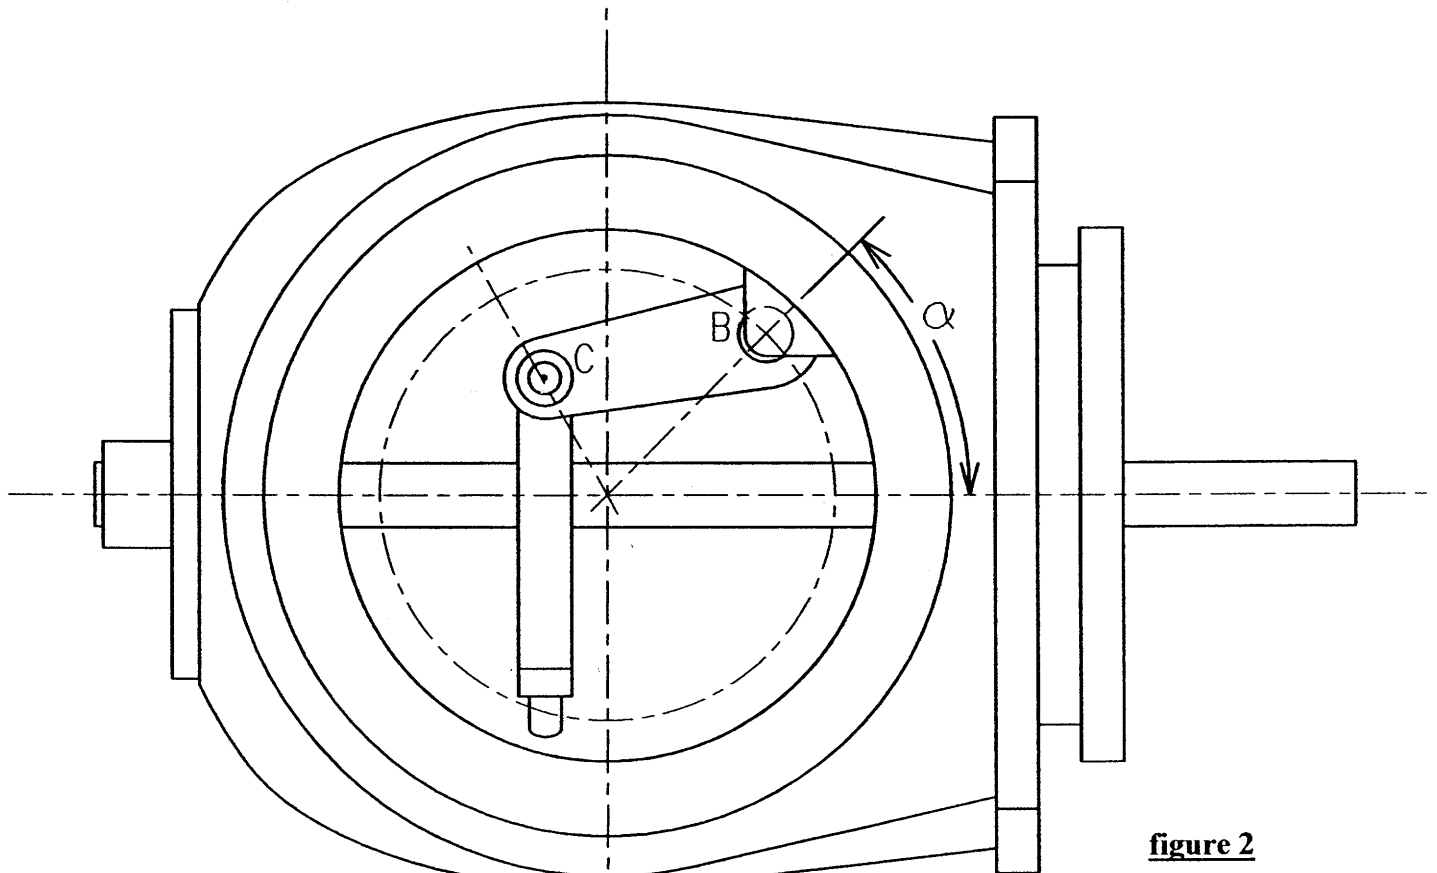

figure 2
Chaque pale est assemblée sur le rotor par l'intermédiaire d'une liaison pivot permettant sa rotation autour de son axe longitudinal (voir document page 11). La translation de la tige du vérin est transmise par le plateau aux 3 biellettes pour entraîner le pivotement des pales. Le document réponse DR2 figure 2 représente une épure de la vue de dessus du rotor quand les pales sont en position drapeau  $\alpha = 45^\circ$ . La position travail pour une prise au vent optimale est obtenue quand  $\alpha = 120^\circ$ .
**Question 7 :** Déterminer graphiquement, sur le document réponse DR2 figure 2, la course de la tige du vérin double effet simple tige pour passer de la position dite « en drapeau » à la position de travail. Vous ferez apparaître les différentes constructions et vous préciserez la nature des mouvements des différentes pièces par rapport au moyeu.